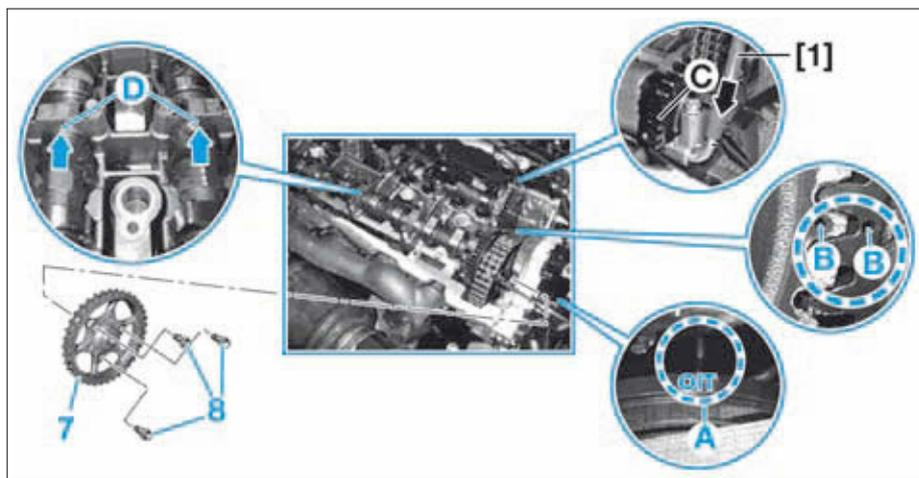

FIG.52
- [1]. Pige de blocage de l'arbre à came d'admission (ref. 111 589 03 15 00).
- Positionner le piston du 1er cylindre au PMH (repère «OT» face au repère sur le couvercle du carter de distribution) (A) (Fig.52).
- Repérer le pignon d'entraînement de la chaîne de distribution (7) par rapport à la chaîne de distribution (Fig.52).
- Déposer les vis (8) du pignon d'entraînement de la chaîne de distribution (7) puis ce dernier (Fig.52).
Huiler les éléments de compensation et les paliers des arbres à cames. Contrôler la mobilité des poussoirs hydrauliques. Positionner correctement l'arbre à cames d'admission et l'arbre à cames d'échappement au niveau du palier axial (flèches). Monter les arbres à cames de telle façon que les deux trous des pignons d'arbre à cames (B) se trouvent face à face (Fig.52).